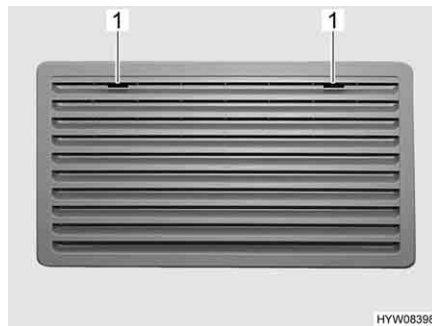
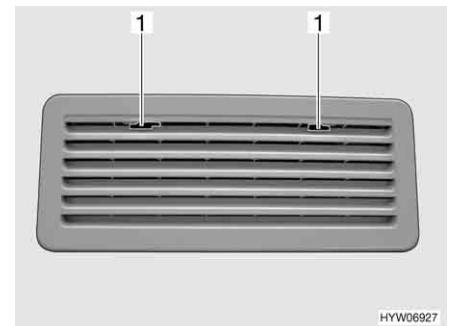

Bild 232 Kylskåpets ventilationsgaller (Theftford stort)
Bild 233 Kylskåpets ventilationsgaller (Theftford litet)
- Skjut spärren (Bild 232, 1 eller Bild 233, 1) till mitten.